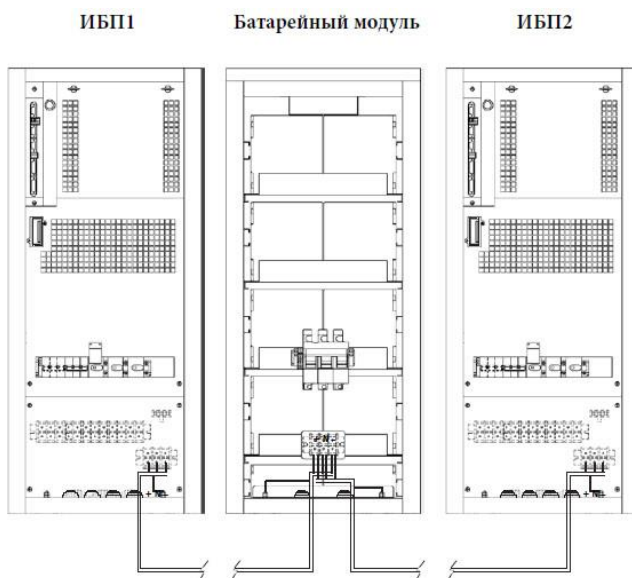

Рисунок 3.3 Подключение параллельных ИБП к общему батарейному модулю
3.4.5 Кроме того, при параллельной работе двух ИБП возможно использовать общий батарейный модуль, смотрите рисунок 3.3.